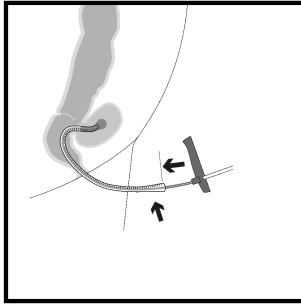

Abb. 3
14. Pusher über den Drainageschlauch führen und den Schwamm mit dem Pusher bis zum Ende des Overtubes (bzw. Rektoskops oder Proktoskops) vorschieben. Die Spitze des Schwamms liegt nun am tiefsten Punkt der Insuffizienzhöhle (Abb. 3). Den Overtube (bzw. Rektoskop oder Proktoskop) dabei weiterhin fixiert halten.